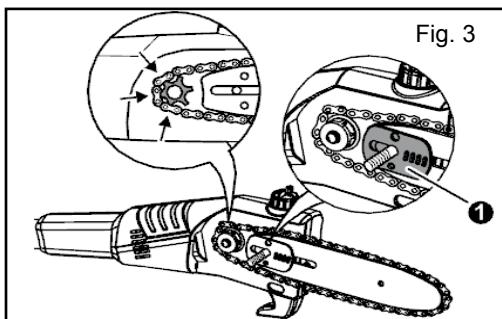

Fig. 3
NOTA: Asegúrese de que la placa tensora de la cadena apunte hacia adelante (Fig. 3 ①).
- Verifique la posición de la barra y la cadena en la herramienta (Fig. 3).